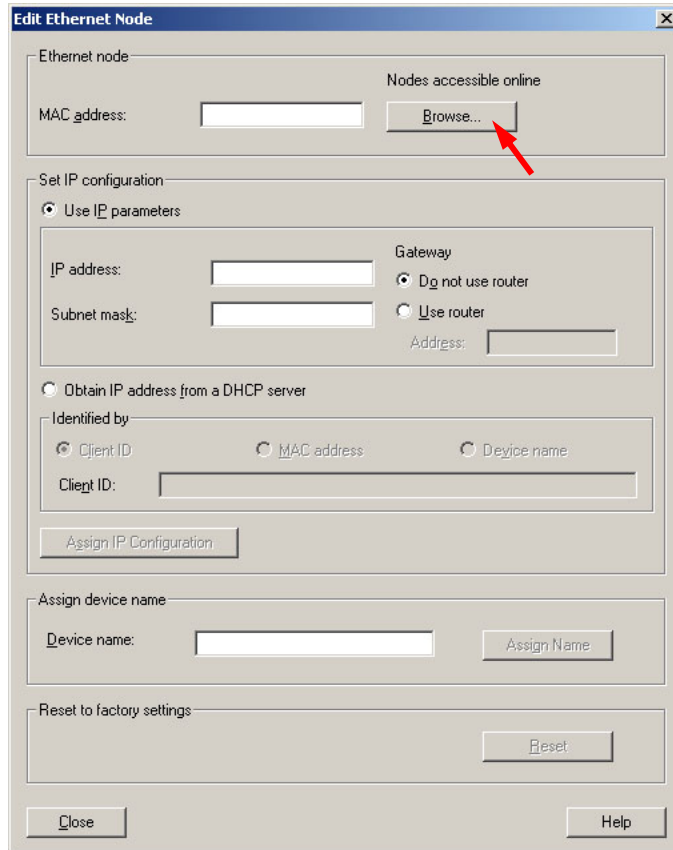

图 4-5 窗口：编辑以太网结点
“Edit Ethernet Node” 窗口 (图 4-5)。
1. 开始，使用“Browse”键（图 4-5）来决定装置，该装置可通过 MAC 地址来读取，或者输入已知的 MAC 地址。